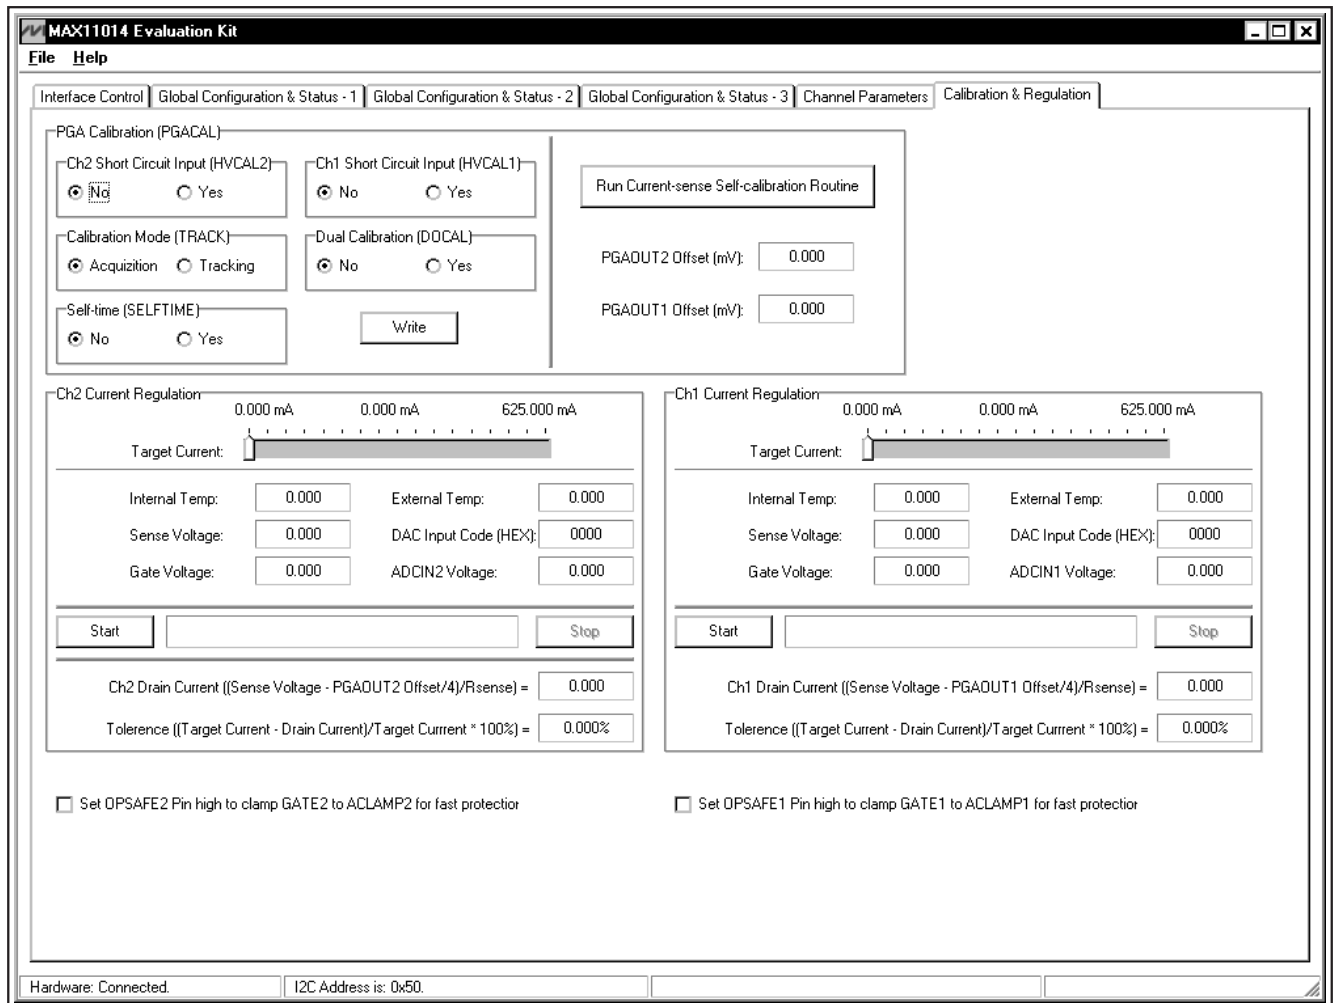

图6. Calibration & Regulation页
- 10) 在**Calibration & Regulation**标签页(图6)，按下**Run Current-sense Self-calibration Routine**按钮。
Calibration & Regulation页如图6所示，通过它可以访问PGACAL寄存器。对该寄存器的写操作可以校准通道1和通道2的电流检测放大器。